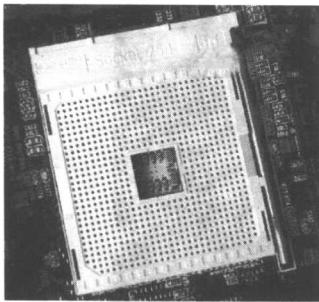

图 1-6 Socket 754 插座
(5) Socket 754 插座：Socket 754 是 2003 年 9 月推出的 AMD 64 位桌面平台最初的 CPU 接口。它采用的是针脚式接口方式，针脚数为 754 针。目前采用此接口的有低端的 Athlon 64 和高端的 Sempron，随着 Socket 939 的普及，Socket 754 也会逐渐淡出。如图 1-6 所示就是 Socket 754 结构的 CPU 插座。